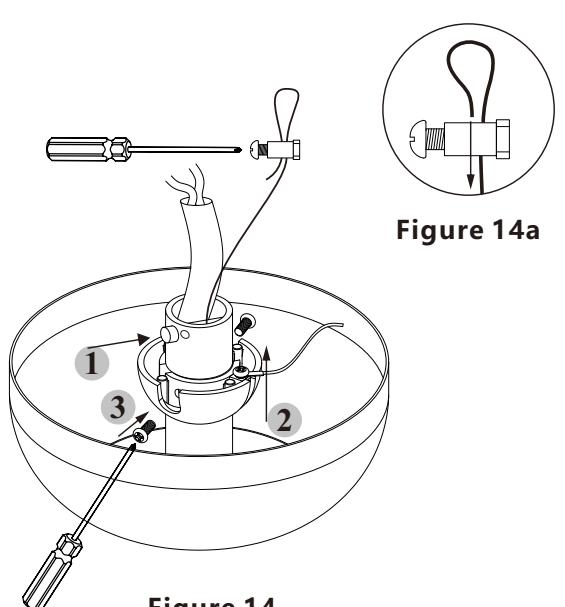

Figure 14
1. Réinstallez la boule de suspension sur la tige en suivant les étapes inverses de (Étape 3) (Voir fig. 14)